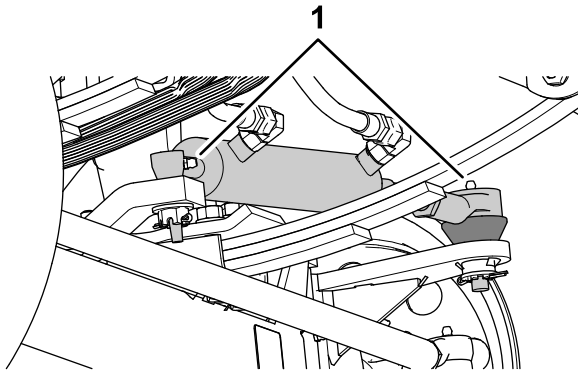
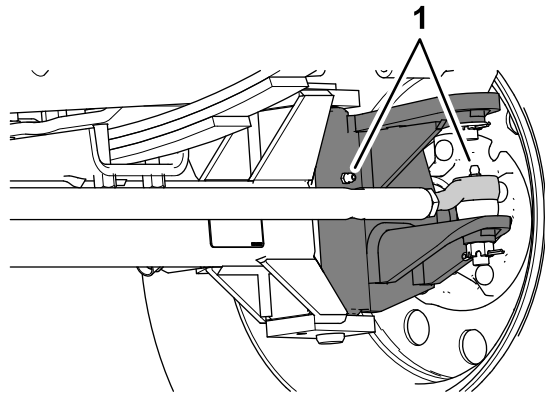

Figura 62
Figura 63
1. Limpe os bocais de lubrificação (Figura 62 e Figura 63).
2. Introduza o lubrificante nos bocais de lubrificação (Figura 62 e Figura 63).
Nota: As posições dos bocais de lubrificação estão ilustradas na Figura 62.